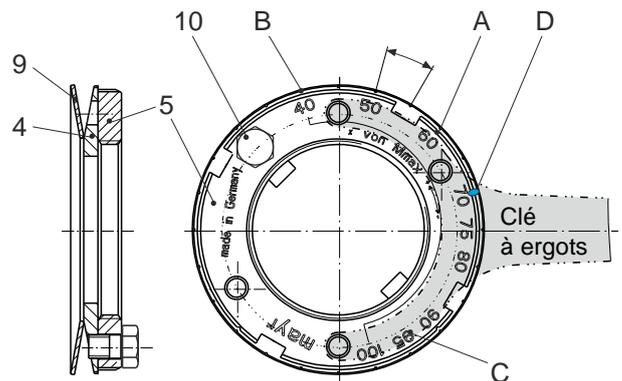

Fig. 10
Vue sur l'écrou de réglage (5) comme indiqué fig. 10.
- b) Dévisser la vis à tête hexagonale (10) de l'écrou de réglage (5).
- c) Visser ou dévisser l'écrou de réglage (5) suivant la graduation en pourcentage gravée sur l'écrou (fig. 10) à l'aide d'une clé à crochet ou à ergots jusqu'à l'obtention du couple souhaité.
- d) Pour obtenir le couple souhaité, les repères (D) gravés sur la rondelle d'arrêt (4) doivent coïncider avec le pourcentage (C) sur l'écrou de réglage (5), voir fig. 10.